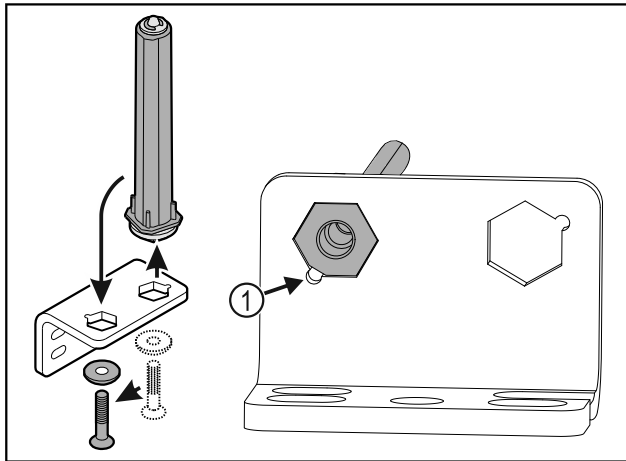

Fig. 36
- ▶ Aveți în vedere ca la introducerea, teșitura bolțului Fig. 36 (1) să fie orientată spre orificiul rotund.